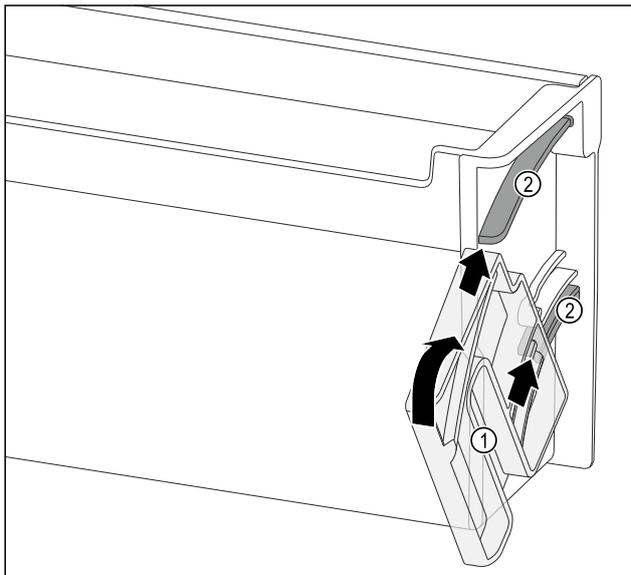

Fig. 121
- ▶ Dreheinheit Fig. 121 (1) so positionieren, dass die Aussparungen genau gegenüber den Führungskanälen Fig. 121 (2) des Türabstellers liegen.
- ▶ Dreheinheit Fig. 121 (1) in die angegebene Richtung drehen.